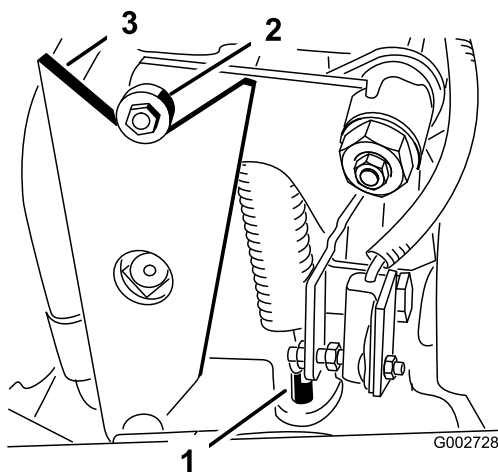

Figura 42
- Se as rodas rodarem na direcção certa, pare o motor e ajuste a mola ajustando o bloqueio do pino (Figura 42). Ajuste a posição neutra de tracção; Consulte Ajuste da posição neutra da transmissão de tracção.